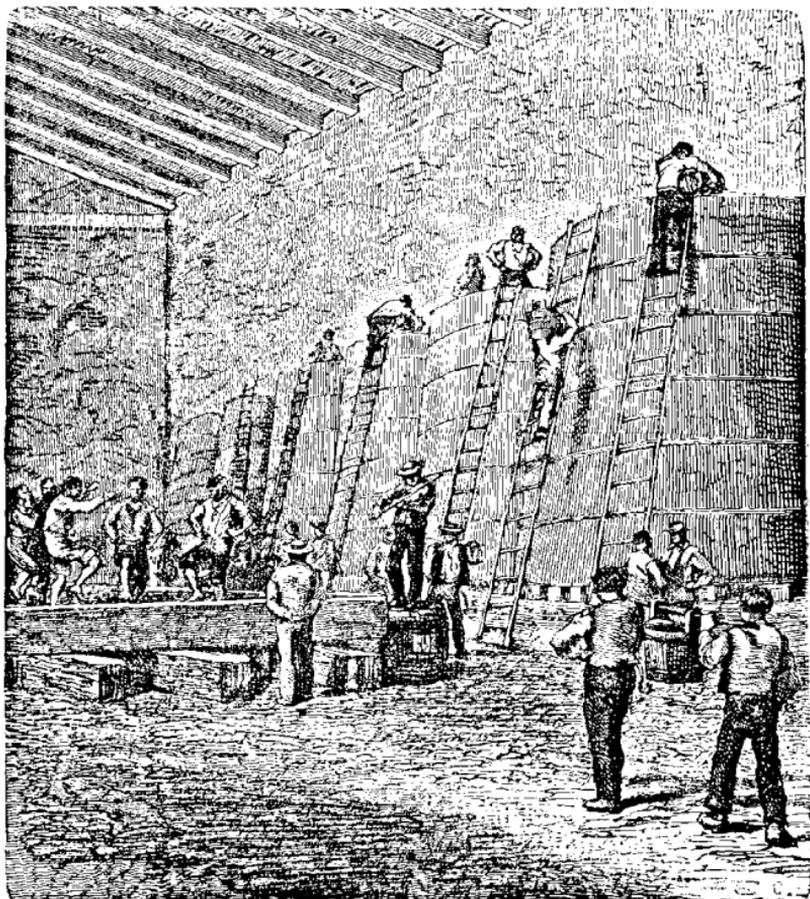

FIG. 95. — Piémage du raisin. Celler de fermentation.
**Fouillage.** — Le fouillage se fait ordinairement par des hommes qui, les jambes et les pieds nus, piétinent le raisin placé sur un sol en dalles légèrement incliné et entouré d'un rebord de 10 à 15 centimètres de hauteur (fig. 95). L'écrasement par les pieds nus a l'avantage de faire sortir le jus du grain sans écraser les pépins qui communiqueraient au vin une saveur désagréable. A mesure que le jus sort du grain, il s'écoule dans un baquet en bois de chêne appelé *barlong* ou *douil* ; on l'y puise